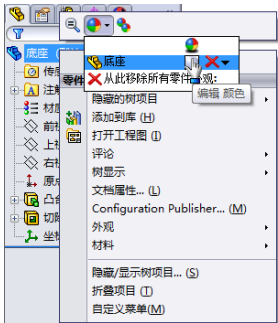

图 1-28 设置颜色快捷菜单
(1) 右键单击[FeatureManger 设计树]中的文件名称[底座平板]，在弹出的快捷菜单中选择[外观]图标→[底座][编辑颜色]图标，如图 1-28 所示。